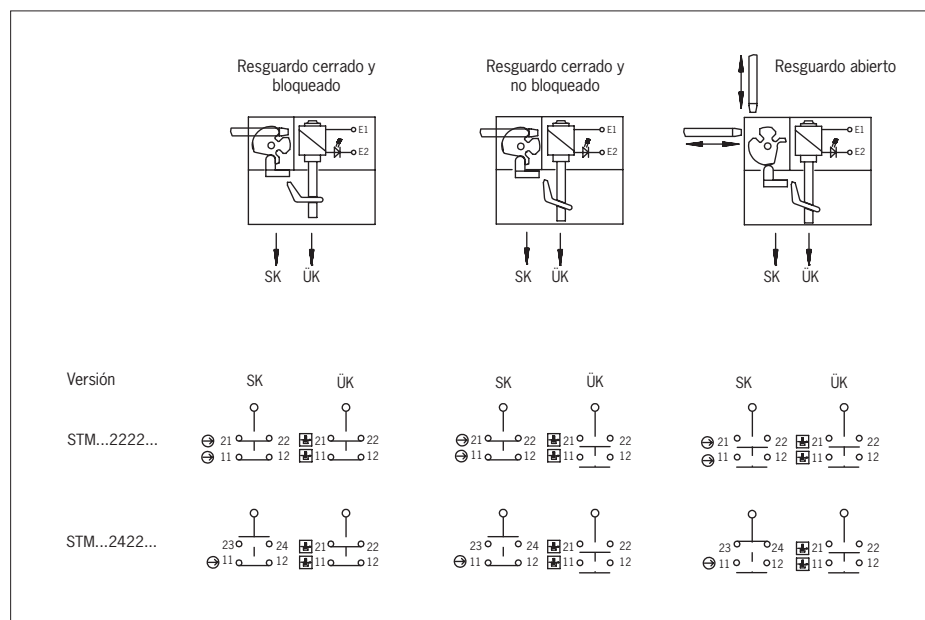

Fig. 4: Elementos interruptores y funciones de conmutación
Debe usarse como mínimo un contacto \Rightarrow . También pueden utilizarse contactos con el símbolo \square (para la asignación de contactos, consulte la Fig. 4).
3. Apriete las conexiones y los bornes con 0,5 Nm (para la asignación de contactos, consulte la Fig. 4).